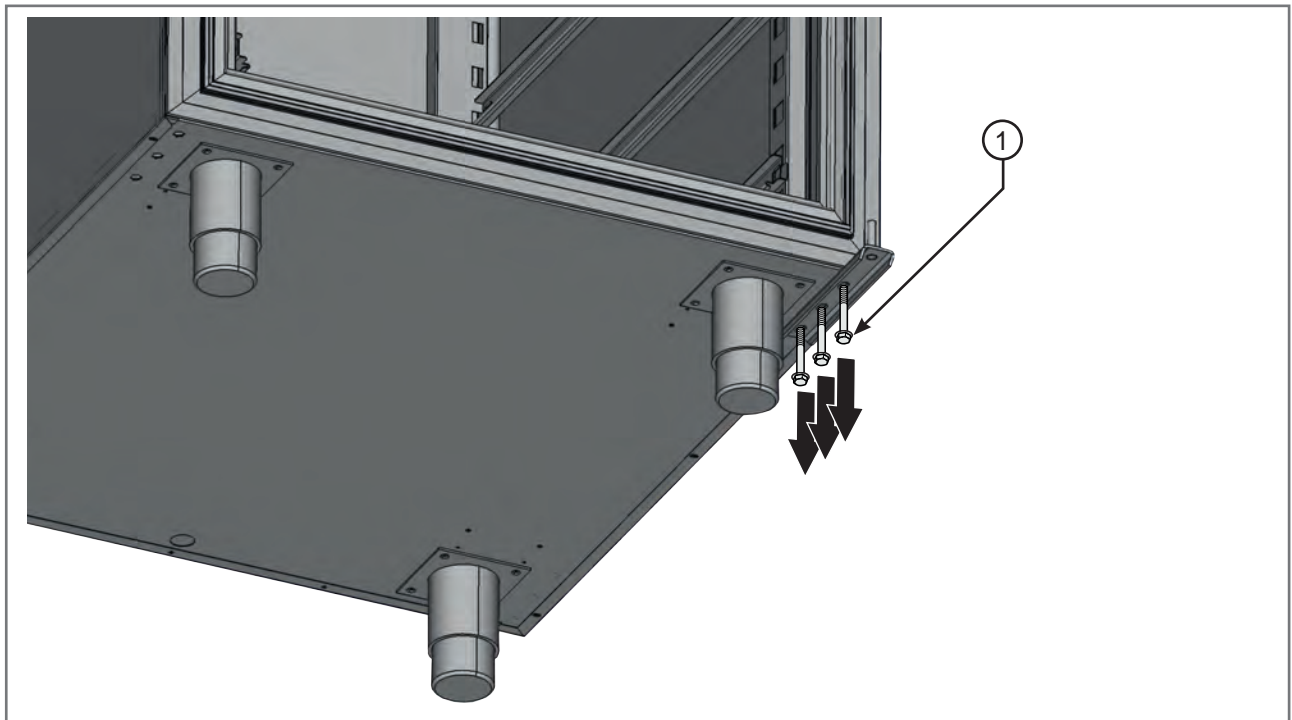

Fig 3.22 - Vis de la charnière inférieure
- Dévisser les 3 vis de la charnière inférieure (1 - Fig. 3.22).